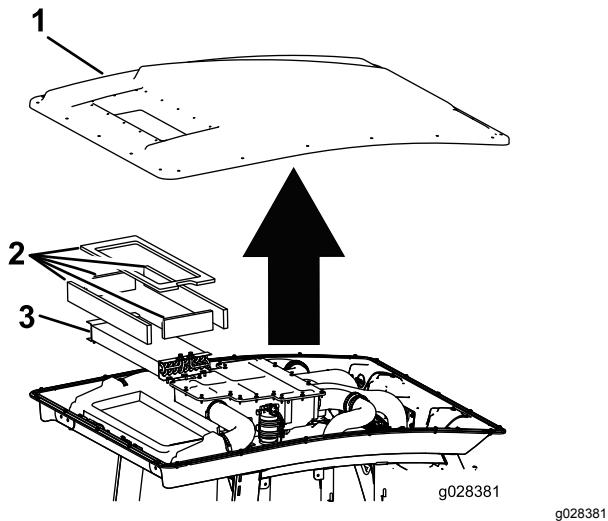

Figure 72
3. Déposez le pavillon de la cabine en retirant les 22 boulons de fixation du pavillon (Figure 72).
4. Déposez les filtres à air (Figure 72).
5. Déposez et nettoyez les bobines de climatisation (Figure 72).